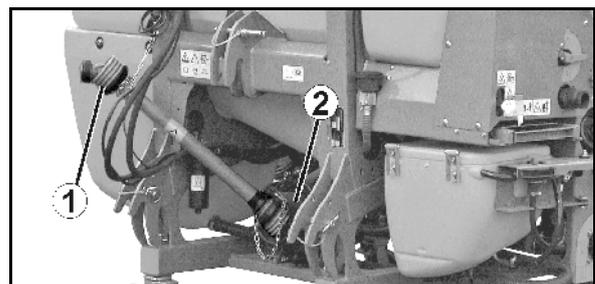

Fig. 12
- Fig. 12/...
(1) Protecção do veio de transmissão
(2) Cone de protecção do lado da máquina